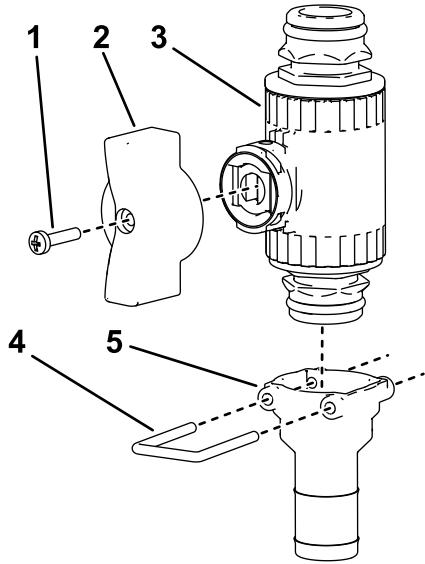

Figura 24
10. Monte el acoplamiento recto en la otra válvula de control recta usando la horquilla de retención, como se muestra en la Figura 24.